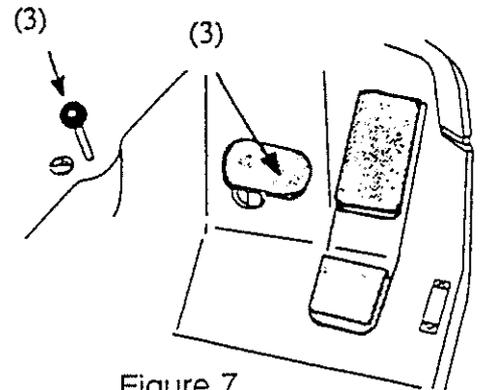

Figure 7
### Verrouillage de frein de stationnement (3) (fig.7)
- Pour serrer le frein de stationnement, appuyer à la fois sur la pédale de frein (2), et sur le verrouillage de frein de stationnement (3).